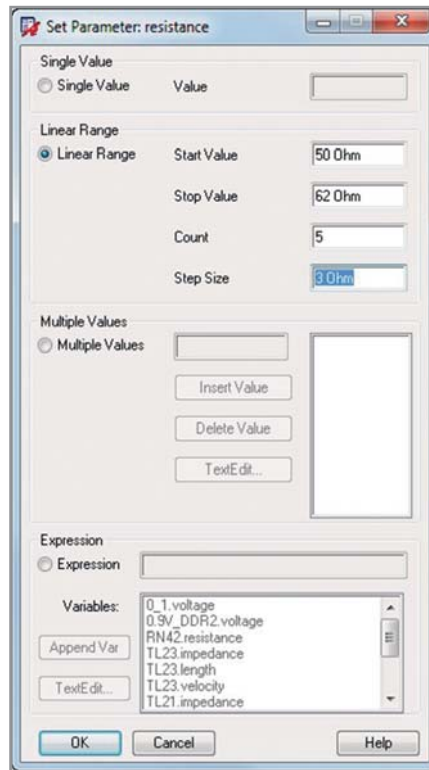

Рис. 6. Настройка диапазона значений сопротивления для нагрузочных резисторов
2) чтобы проверить уровень сигнала для разных нагрузок, необходимо задать диапазон значений сопротивления, в пределах которого будет выполнено исследование сигнала. В окне *Set Parameters: Resistance* в секции *Linear Range* установим предел от 50 до 62 Ом с числом итераций моделирования 5 (см. рис. 6);